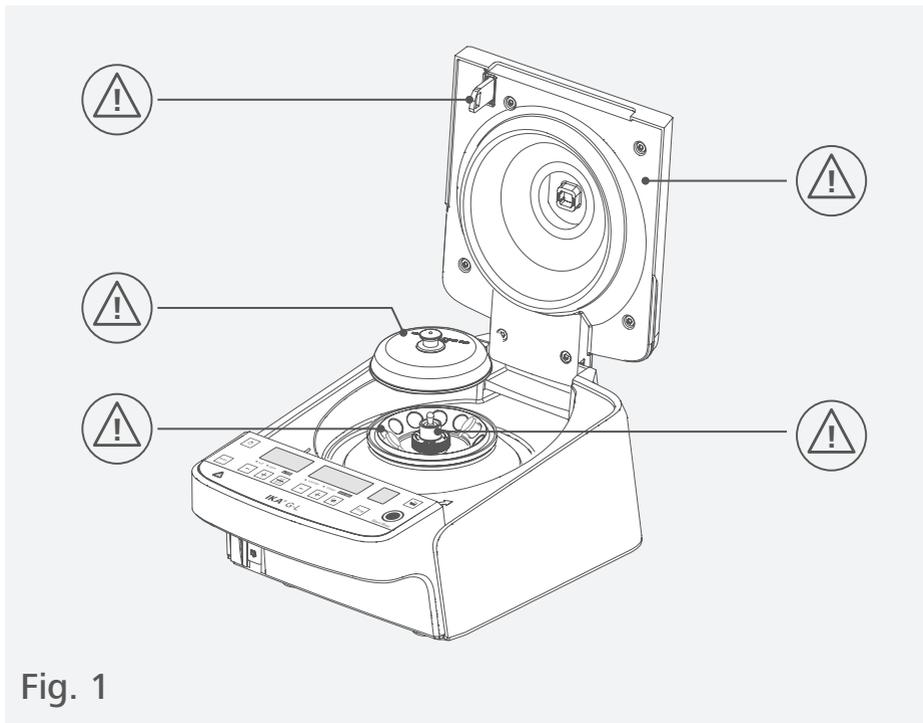

Fig. 1
- › Обращайте внимание на отмеченные на рис. 1 места.